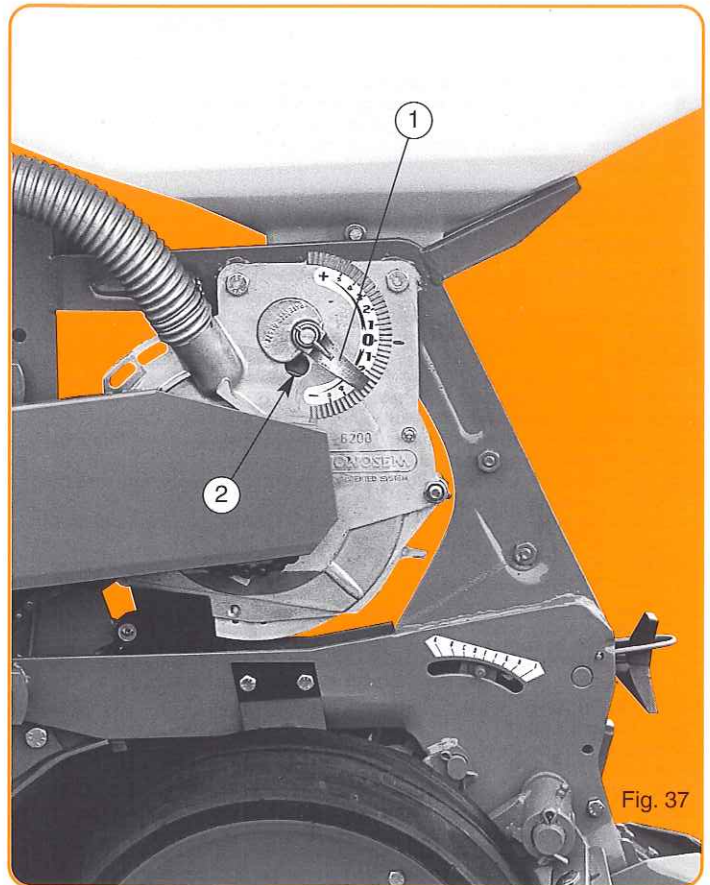

Fig. 37
L'index (1) descendu vers le - (fig. 37) rapproche la plaque des trous, réduit l'aspiration (en ouvrant la prise d'air (2)) ce qui provoque une tendance aux manques. Une fenêtre de contrôle sur le couvercle permet de s'assurer des résultats.
**Positions conseillées pour l'index (1)**
When the indicator (1) is positioned to - (fig. 37), it lowers the scraper over the holes, reducing the degree of suction (opening the size of the hole (2)). This may cause skipping.
El índice (1) girado hacia - (fig. 37) aproxima la placa a los agujeros, reduce la aspiración (abriendo la toma de aire (2)), lo que provoca una tendencia a las faltas. Una ventanilla de control sobre la tapa permite controlar los resultados.
**Posiciones aconsejadas para el índice (1)**